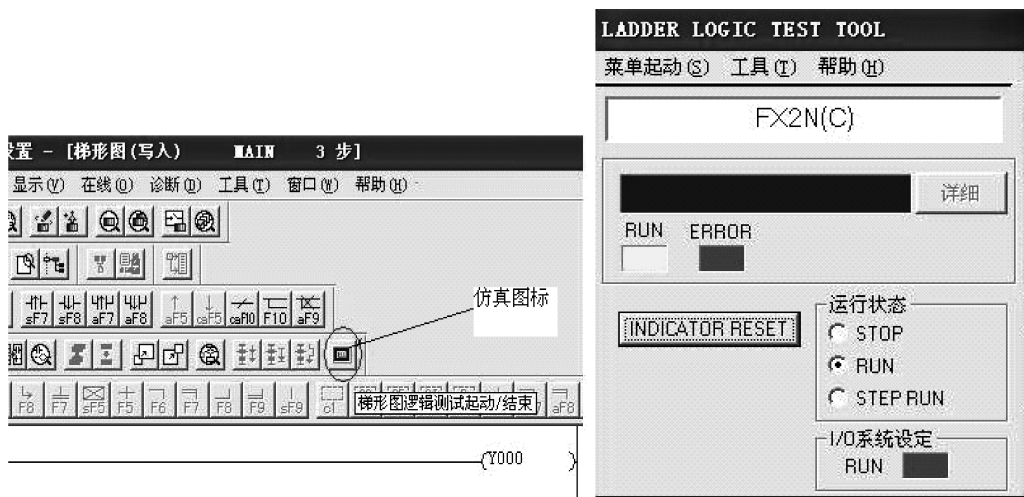
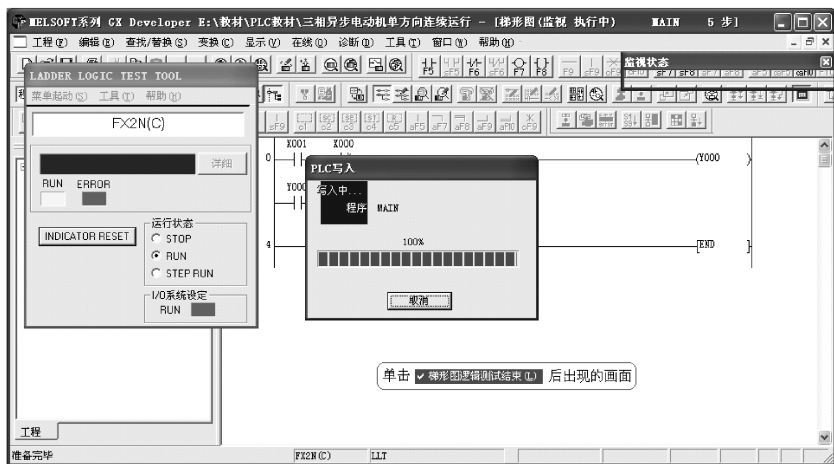

图 2-49 梯形图逻辑测试的仿真启动操作画面
图 2-50 梯形图逻辑测试仿真启动画面
2) 单击如图 2-49 所示快捷工具栏中的仿真图标，即可进入如图 2-50 所示的梯形图逻辑测试的仿真启动画面。
1) 单击状态栏的“LADDER LOGIC TEST TOOL”按钮，将弹出如图 2-49 所示对话框，在图 2-49 中选择“STOP”，PLC 就停止运行，再选择“RUN”，PLC 又运行。